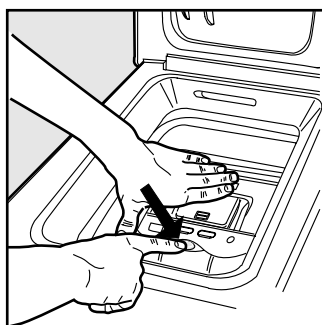

Abb. 2
- Drücken Sie die durch den Zeiger bezeichnete Taste (Abb. 2) leicht nach unten, und halten Sie mit der anderen Hand die Trommeltüren noch geschlossen, um zu vermeiden, sich durch plötzliches Öffnen der Türen die Finger zu verletzen.